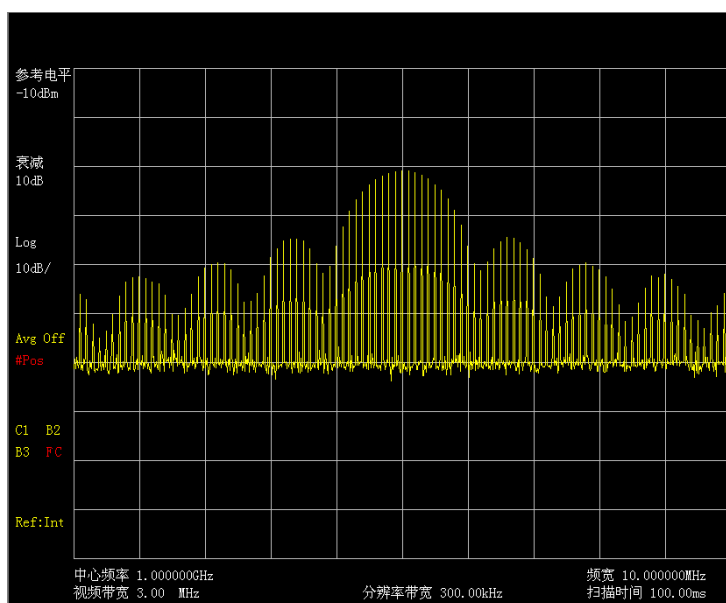
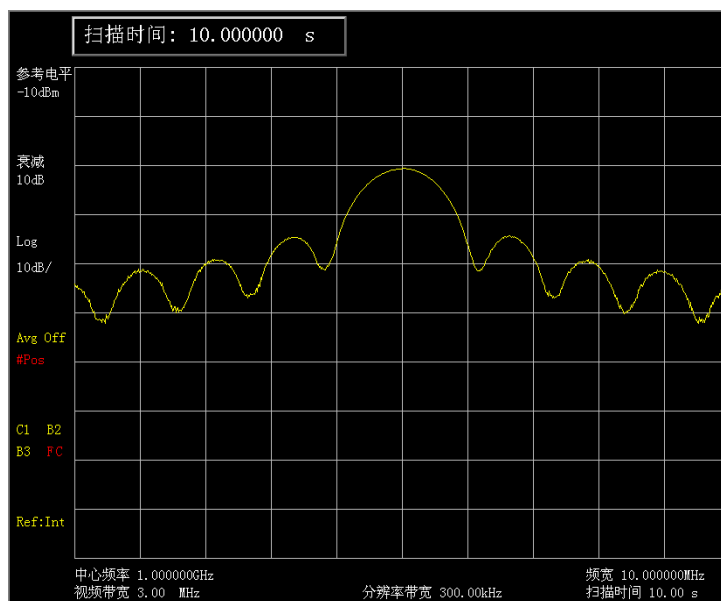

图 3-37 主瓣和旁瓣
图 3-38 轨迹显示为实线
选择中心频率功能，调整扫频宽度使中心旁瓣和至少一对旁瓣出现在屏幕上如图 3-37。
c) 增加扫描时间（扫描变慢）直到图形填满并变成一条实线，如图 3-38。如果谱线填不进来，则仪器不是在宽带模式，在这种情况下，后面对旁瓣比例、脉冲宽度和峰值脉冲功率的测
调整频宽使主瓣和至少一对旁瓣出现在屏幕上（参看图 3-37）。增加扫描时间（即使扫描变慢）直到图形填满并变成一条实线（参看图 3-38）。